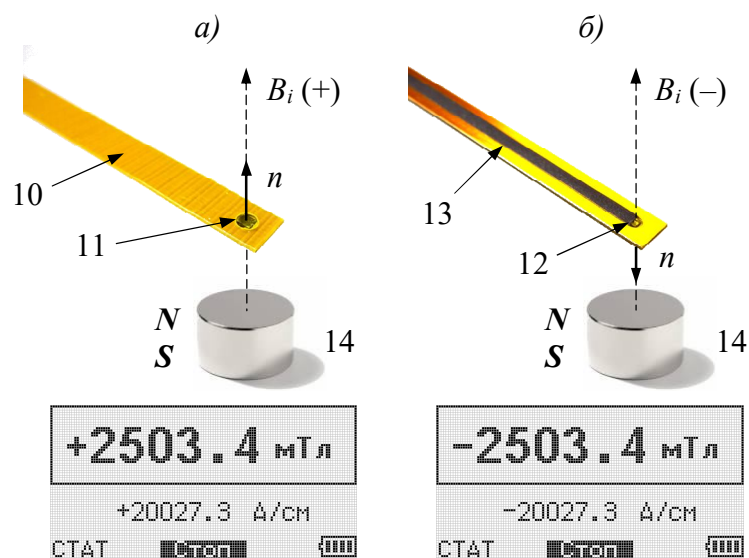

Рис.3.5. Устройство преобразователя магнитного поля, вид с лицевой (а) и с обратной (б) стороны
3.5.1. Преобразователь магнитного поля (рис.3.5) предназначен для измерения напряженности постоянного магнитного поля в диапазоне $\pm 10\,000$ мТл.
3.5.2. На рабочей поверхности преобразователя магнитного поля (рис.3.5а) имеется отверстие, внутри которого установлен элемент Холла типа ПХЭ606118В, имеющий линейные размеры $2,0 \times 1,5 \times 0,6$ мм.
3.5.4. Показания магнитометра соответствуют величине нормальной по отношению к рабочей поверхности преобразователя магнитного поля составляющей вектора индукции постоянного магнитного поля B_i , которая численно равна скалярному произведению вектора индукции магнитного поля B и единичного вектора нормали n (рис.3.5).
Знак «+» перед цифровым показанием магнитометра означает, что нормальная составляющая вектора индукции постоянного магнитного поля в точке измерения выходит из рабочей поверхности преобразователя магнитного поля (рис.3.5а).
Знак «-» перед цифровым показанием магнитометра означает, что нормальная составляющая вектора индукции постоянного магнитного поля в точке измерения входит в рабочую поверхность преобразователя магнитного поля (рис.3.5б).